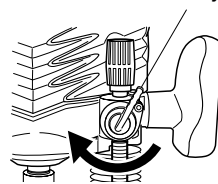

Fig. 7
- (2) Gire la palanca de ajuste rápido en el sentido de las agujas del reloj hasta que la palanca de ajuste rápido se detenga con el tornillo del dispositivo de ajuste. (Fig. 7)